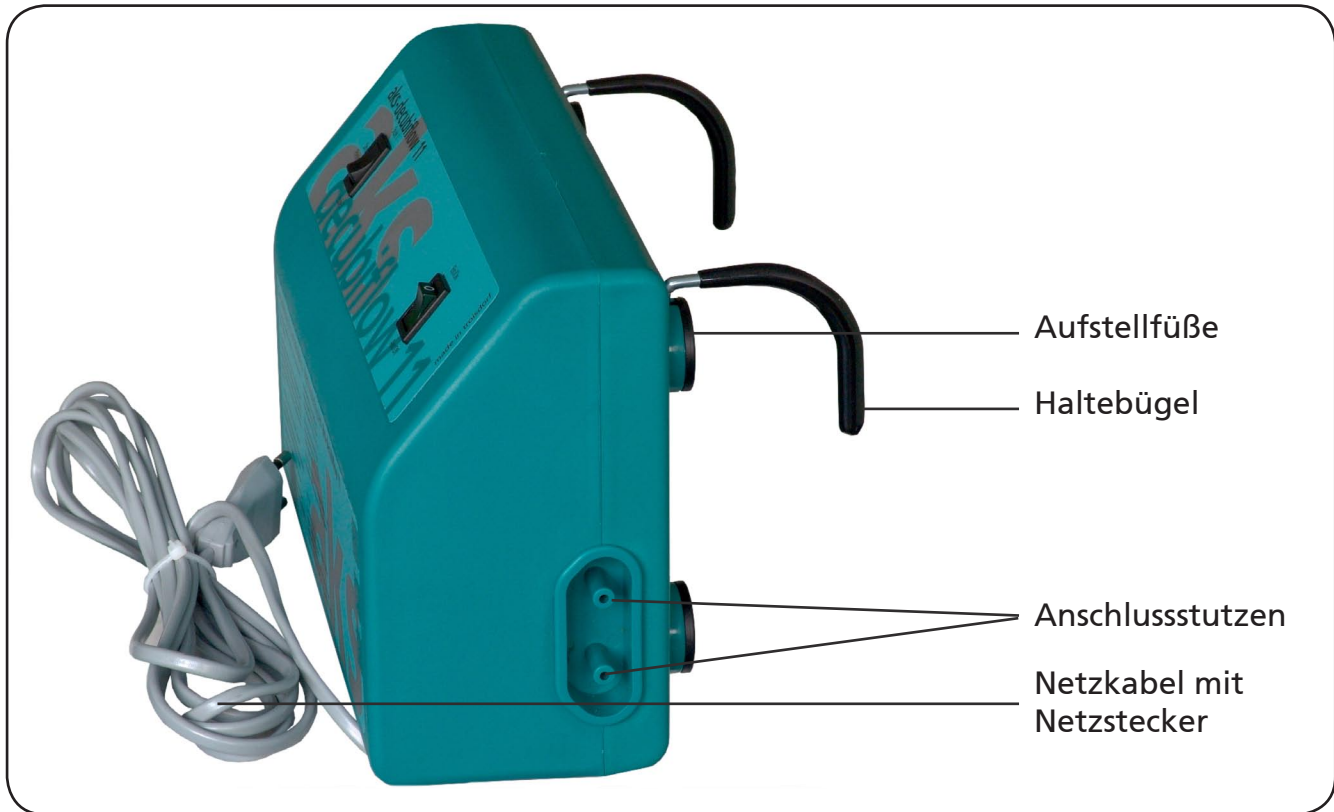

Abbildung 03
7. Das Aggregat verfügt über eine Aufhängevorrichtung (2 Haltebügel) und 4 Aufstellfüße (siehe Abbildung 03+04). Hängen Sie das Aggregat mit den beiden umklappbaren Haltebügeln an das Fußende des Bettes oder stellen Sie es auf eine Konsole neben das Bett.
8. Schließen Sie die beiden Versorgungsschläuche der Wechseldruckmatratze an die Anschlussbuchse des Aggregates an (Siehe Abbildung 03). Achten Sie darauf, dass die Versorgungsschläuche weder geklemmt noch geknickt sind.
2. Ziehen Sie beide Enden der Versorgungsschläuche von den Anschlussstutzen des Aggregates (siehe Abbildung 03) ab.